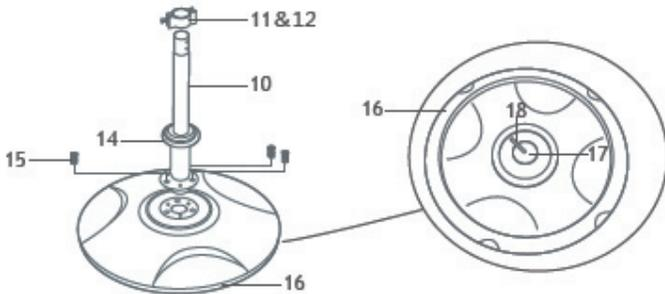

Abb. 1
Heben Sie die Fußschraubenabdeckung (14) an. Lösen Sie die Schrauben (15) am Fuß (16). Verbinden Sie das untere Rohr (10) mit dem Fuß, indem Sie die Unterlegscheibe (17) am Fuß anbringen und dann die Schraube (18) festdrehen. Danach schrauben Sie die 3 Schrauben (15) wieder fest. Bedecken Sie diese mit der Abdeckung (14) (siehe Abb. 1).